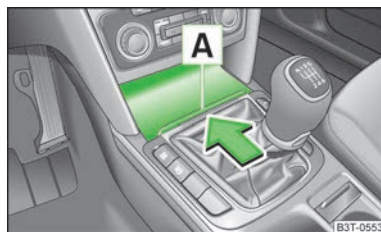

Fig. 90
- » Abrir el cenicero » fig. 90 de la página 89.
- Presionar la parte inferior de la tapa del compartimento portaobjetos en la zona **A** » fig. 90 en la dirección indicada por la flecha, la tapa se abrirá.